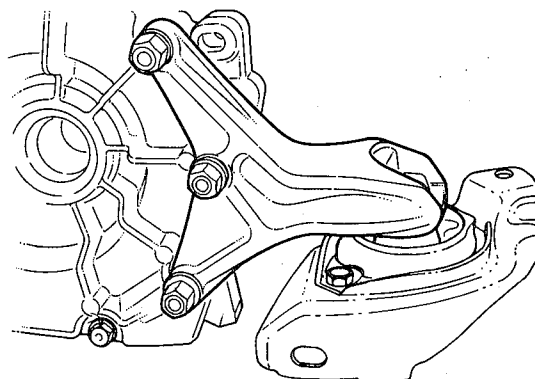

fig. 56
11. Retirar as porcas de fixação do suporte da caixa, removendo-o, a seguir (fig. 56)